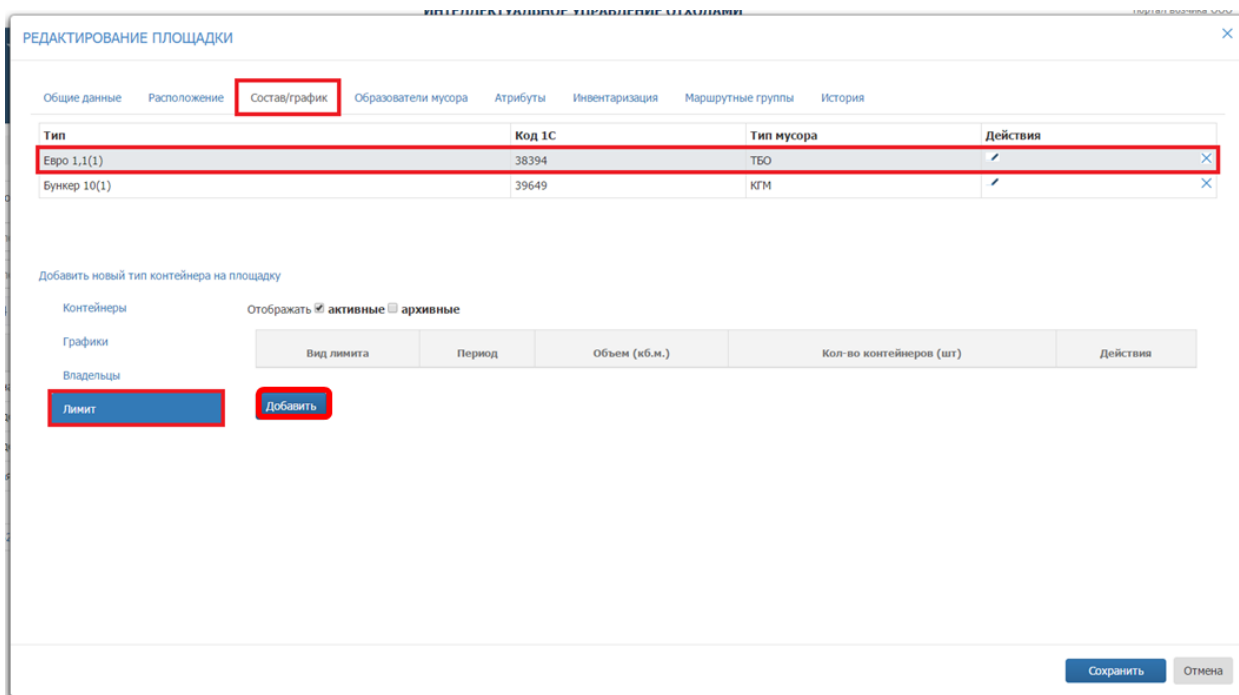

Рисунок 75. Добавление лимита по конкретной площадке
**Лимиты:** для установки лимита выбрать тип контейнера, по которому необходимо установить лимит и перейти на вкладку «Лимит» (Рисунок 75).
Для добавления нового лимита необходимо нажать на кнопку  (Рисунок 75).